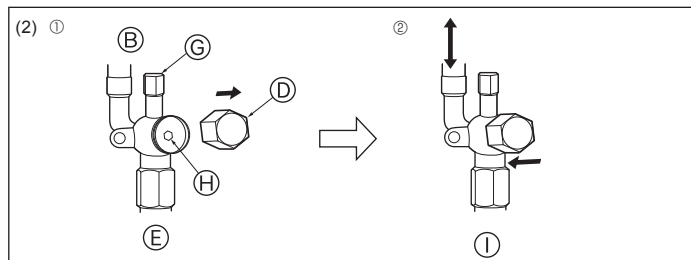

Fig. 4-7
(2) Сторона с жидкостью (Fig. 4-7)